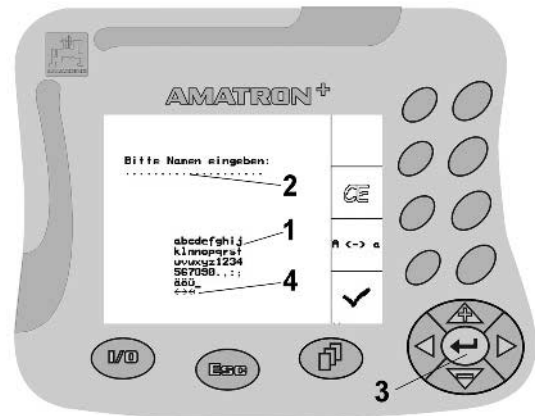

Fig. 14
Ist die Eingabe von Texten oder Ziffern am **AMATRON⁺⁺** nötig erscheint das Eingabemenü (Fig. 14).
Im unteren Teil des Displays erscheint ein Auswahlfeld (Fig. 14/1) mit Buchstaben, Ziffern und Pfeilen aus dem die Eingabezeile (Fig. 14/2) gebildet wird (Text oder Ziffer).
-  Auswahl von Buchstaben oder Ziffern im Auswahlfeld (Fig. 14/3).
-  Übernehmen der Auswahl (Fig. 14/3).
Die Pfeile   im Auswahlfeld (Fig. 14/4) ermöglichen ein Bewegen in der Textzeile.
Der Pfeil  im Auswahlfeld (Fig. 14/4) löscht die letzte Eingabe.